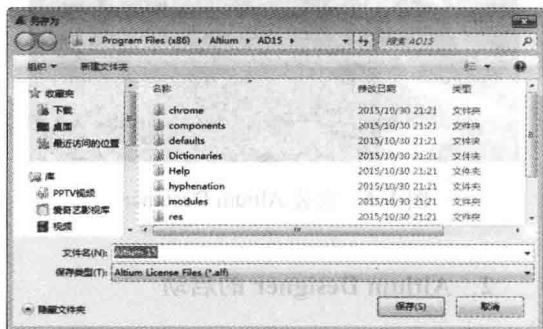

图 1-12 备份许可证文件
(5) 单击“License Management”下方的【Save standalone license file】命令, 选择合适的路径, 备份一个单机许可证文件, 如图 1-12 所示。